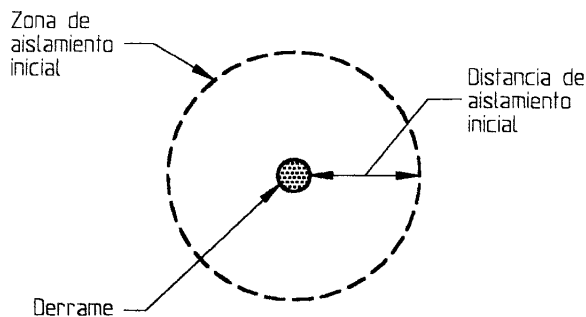

Figura D.1 - Distancia y zona de aislamiento inicial
- d) Buscar la distancia de aislamiento inicial. Indicar a todas las personas en el área afectada, que se muevan en una dirección en contra del viento, lejos del derrame a la distancia especificada en metros. La zona de aislamiento inicial define un área alrededor del incidente en la cual la población puede estar expuesta a concentraciones tóxicas que ponen en peligro la vida (ver Figura D.1).